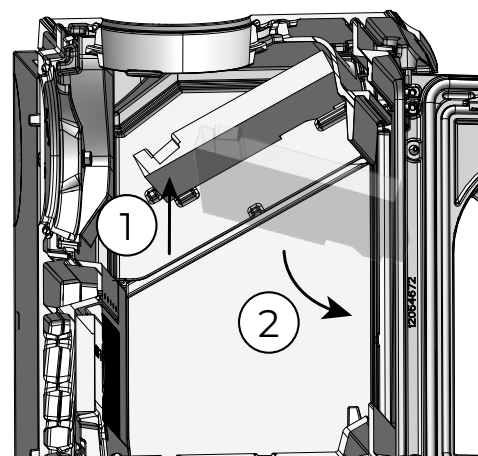

Fig. 7.5
3	Levante el deflector inferior (B) por la parte trasera para desengancharlo de sus soportes e inclínelo hacia delante para poder extraerlo (Fig. 7.5)